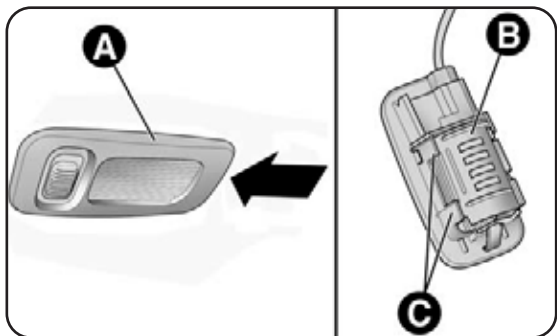

fig. 36
- baje la visera parasol y saque el plafón A-fig. 36 haciendo palanca en el punto indicado por la flecha;